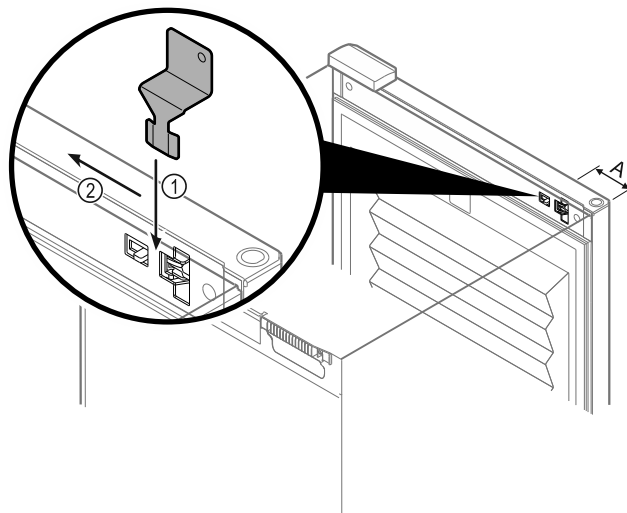

Fig. 138
- ▶ Placera nödupplåsningssnyckeln på det avsedda stället Fig. 138 (A)  $\approx$  100 mm.
- ▶ Stick in nödupplåsningssnyckeln ovanifrån mellan dörren och skåpet tills det tar stopp Fig. 138 (1).
- ▶ Dra nödupplåsningssnyckeln mot gångjärnssidan Fig. 138 (2).